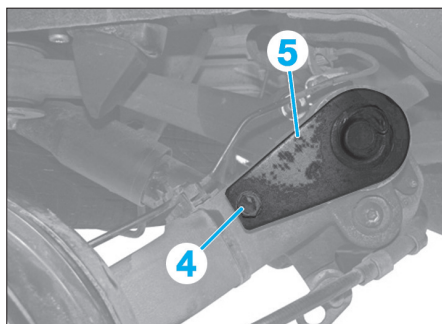

Fig. 52
- Déposer la vis (4) (Fig.52).
- Sortir la barre antidévers équipée du levier (5).
- Engager la barre dans la traverse d'essieu jusqu'à ce que le levier (5) soit en butée sur le bras de suspension (Fig.52).
- Mettre en place la rondelle et serrer la vis (4) du levier (5) sur le bras de suspension.